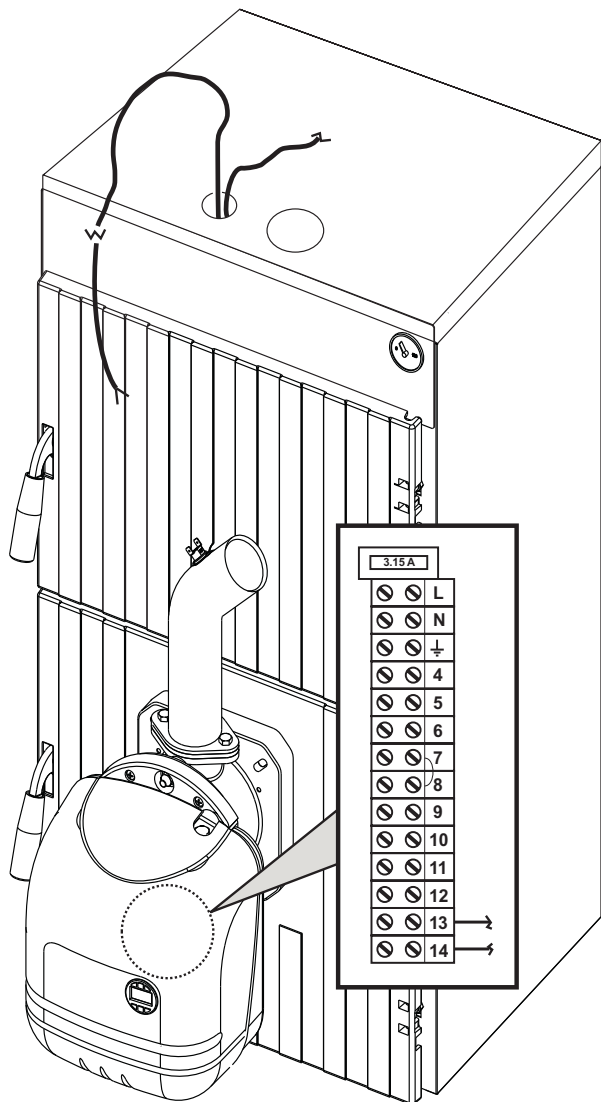

рис. 12
- Установите крышку котла и пропустите кабель из отверстия, как показано на рис. 12.